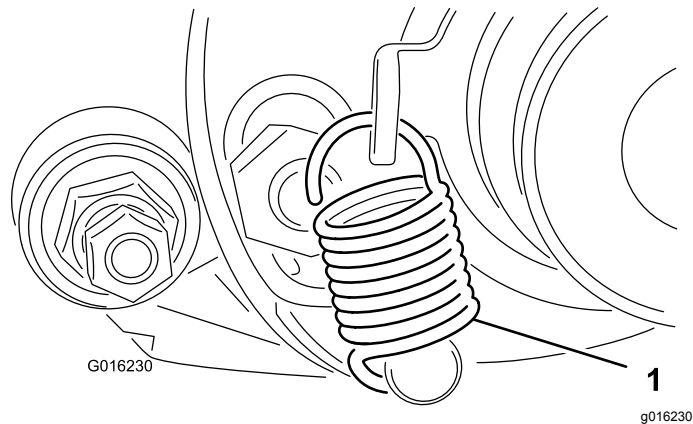

Bild 16
- Drehen Sie die Spannscheibe, bis Sie die Feder des Ganghebels in das Loch in der Riemenscheibenhalterung und über den Bolzen einhaken können, wie in **Bild 16** dargestellt.